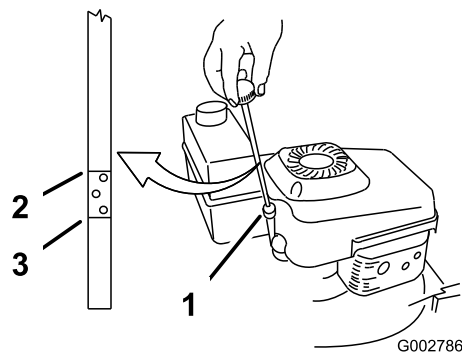

Figura 11
Prima di usare il tosaerba, verificate sempre che il livello dell'olio si trovi fra le tacche Add (rabboccare) e Full (pieno) sull'asta di livello (Figura 11).
2. Pulite attorno all'asta di livello (Figura 11).
6. Rimuovete l'asta e controllate il livello dell'olio (Figura 11).